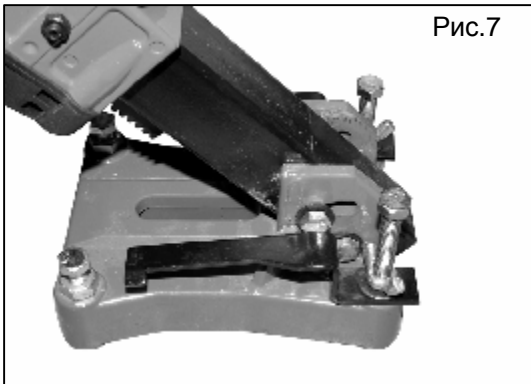

Рис.7
9. Опорная стойка может наклоняться на угол до 45 градусов (только для DC-120). Если Вам требуется произвести наклонное сверление, ослабьте винт фиксации стойки и наклоните ее на требуемый угол, после этого обязательно затяните фиксирующий винт (Рис.7).